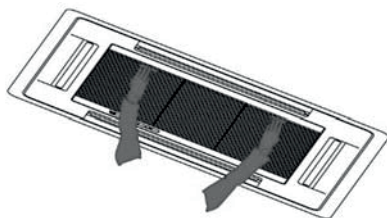

Рисунок 6.4
- Для чистки фильтра-сетки необходимо извлечь его из корпуса блока. Для этого откройте крышку передней панели блока и потяните фильтр вниз и на себя (см. рисунок 6.4)